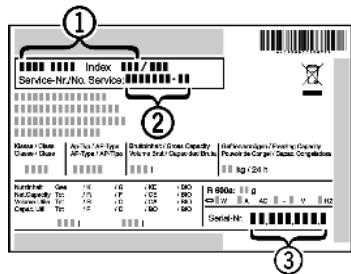

Fig. 15
- Обратитесь в сервисную службу и сообщите вид неисправности, наименование устройства Fig. 15 (1), сервисный № Fig. 15 (2) и серийный № Fig. 15 (3).